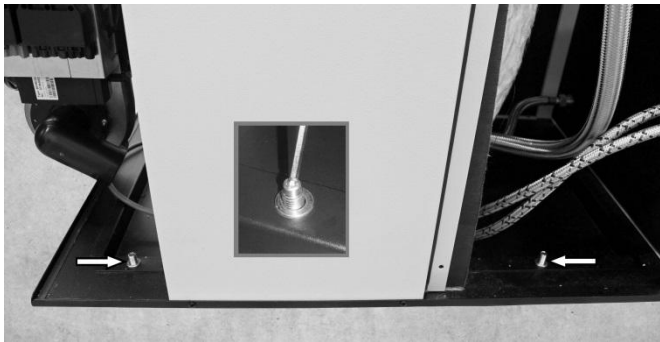

Fig. 3 : Ajuste de las patas
- ➡ Fijar la caldera a través de los pies (s. Fig. 3), para que sea horizontal.